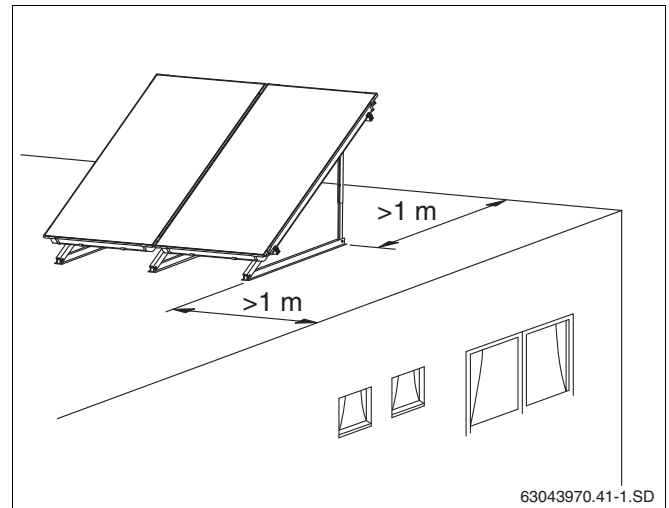

Рис. 15 Расстояние от края крыши
- ▶ Следите за тем, чтобы уже при монтаже между подставкой и краем плоской крыши выдерживалось расстояние не менее одного метра (рис. 15).